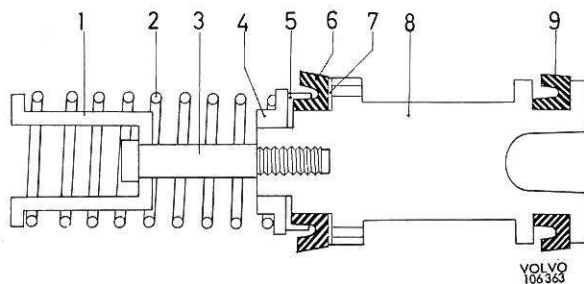

Figure 56. Piston primaire, 140
3. Monter sur le piston primaire la rondelle mince (7, figure 56), la garniture (6) et la bague d'appui (5). L'emplacement des diverses pièces est indiqué sur la figure. Poser le ressort (2), avec coupelle de ressort (4) et douille (1), sur le piston primaire. Comprimer le ressort et serrer à fond la vis (3). Couple de serrage : 2 à 3 Nm (0,2 à 0,3 m.kg). Remonter les autres pièces sur le piston en se référant à la figure 56 ou 57.